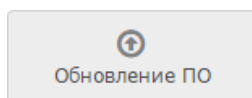

Рисунок 9.71 — Кнопка **Обновление ПО**
2. В списке узлов сети выберите требуемый узел или несколько узлов одной модели, нажмите на кнопку **Обновление ПО** (рисунок 9.71).